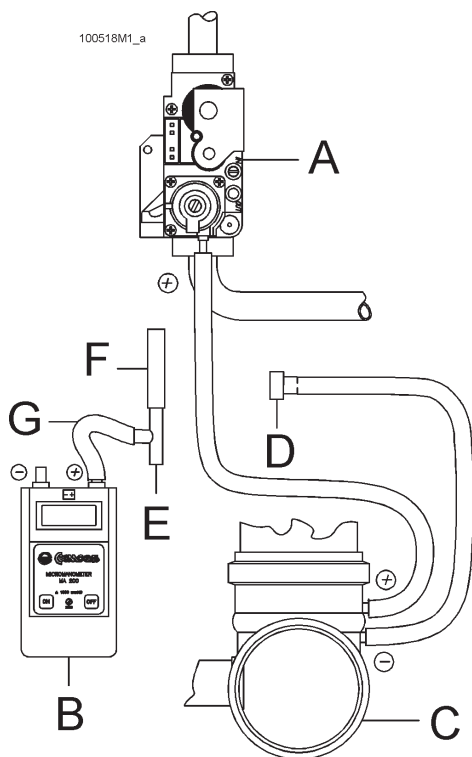

Figura 39 - Controllo pressione del gas al bruciatore
- togliere il tappo "D" dal tubo di silicone della depressione "-" (vedi figura 39) e collegarlo ad un manometro differenziale con risoluzione di almeno 0,1 mbar (1 mmH₂O) vedi figura 39;